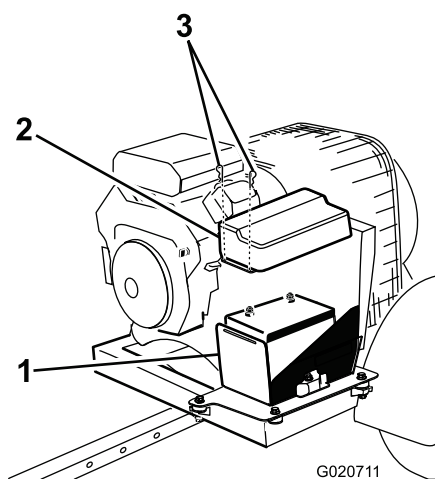

Figura 4
1. Retire los clips que sujetan la tapa de la batería a la caja de la batería (Figura 4). Retire la tapa de la caja.